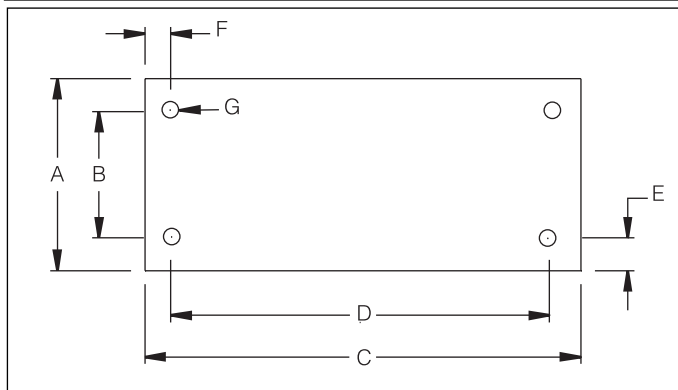

Figuur 2, ZE- en ZW-ontluchtinstallatie
4.1 Ontluchttingsdop reservoir (zie figuur 2)